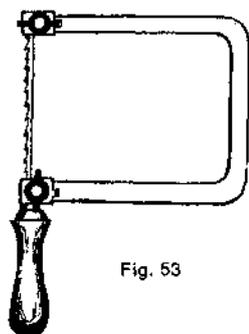

Fig. 53
*Serra capilar* (Fig. 53). — É uma serra muito estreita e fina, presa a uma armação de aço. Com ela fazem-se trabalhos perfurados e marchetados.